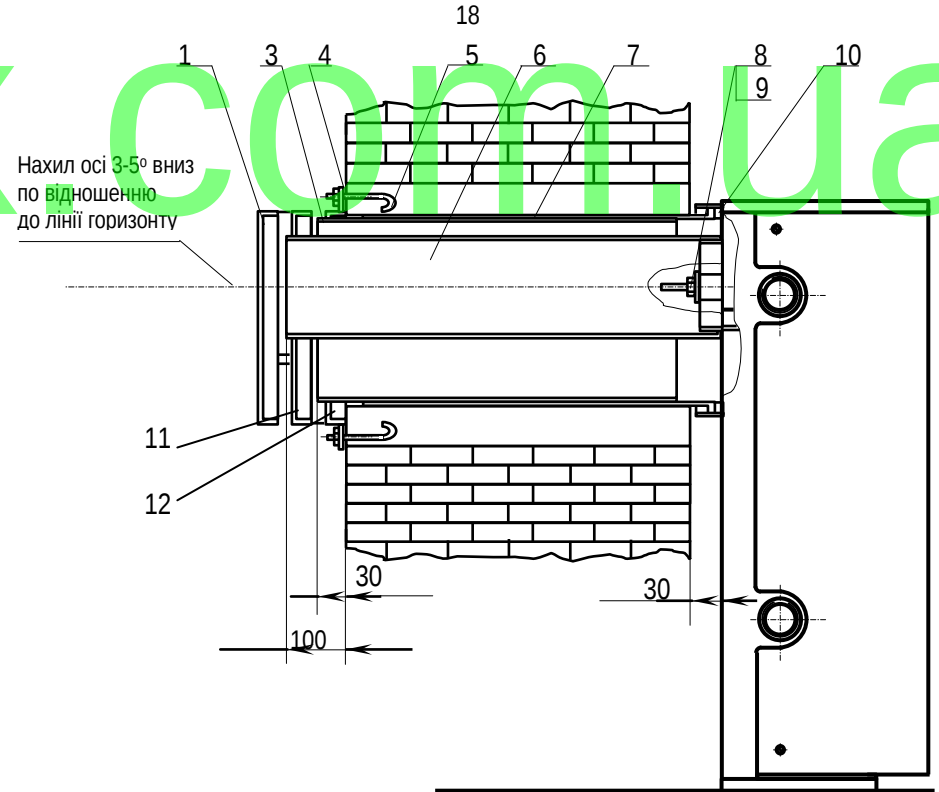

Рис. 3. Схема монтажу апарата.
2.2.2.1. Встановлення апарата повинно виконуватись відповідно до рис.3 у такій послідовності:
- зістикувати апарат із зовнішньою трубою повітреходу 7 так, щоб буртик на трубі ввійшов у кільцевий паз корпусу, з'єднання затягнути трьома гайками, стиснувши ущільнювач 10. Витяжна труба 6 повинна виступати за зовнішню площину стіни на 100 мм (див. рис. 3) зайву частину необхідно обрізати;